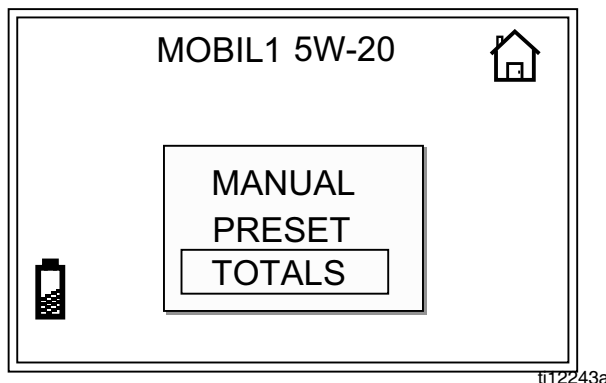

ABB. 27
1. Wählen Sie aus dem Startbild (HOME) mit der AUFWÄRTS- bzw. ABWÄRTS-Pfeiltaste den Menüpunkt TOTALS ((ABB. 27) aus).